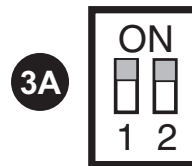

Figura 7
- **ENCIENDA** el interruptor 1 del botón pulsador (vea la Figura 7).